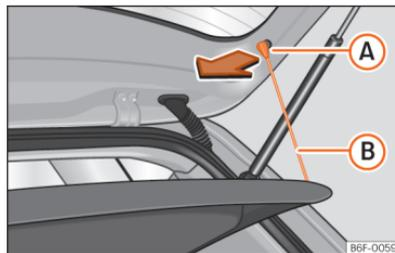

Fig. 177 Na bagageira: desmontar e montar a chapeleira.
- Desengate os tirantes de fixação »» **Fig. 177** **B** dos alojamentos **A**.
- Engate os tirantes de fixação »» **Fig. 177** **B** na porta da bagageira.